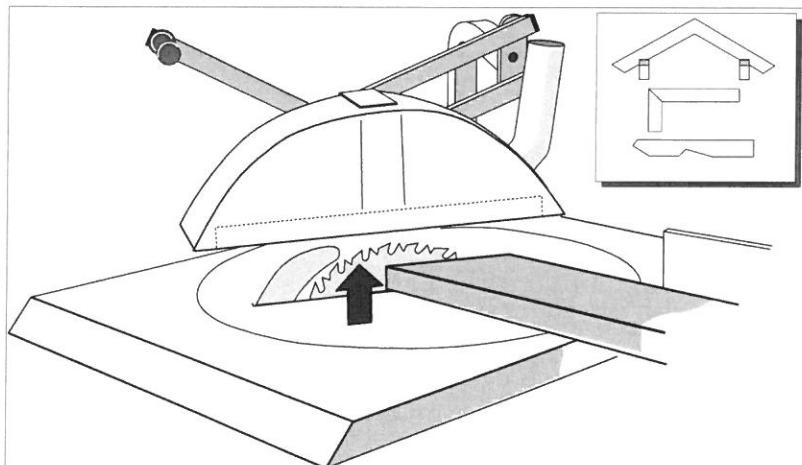

Fig. 12
- Legg arbeidsstykket mot anholdet, og kapp ved å heve sagbladet. Se fig. 12.